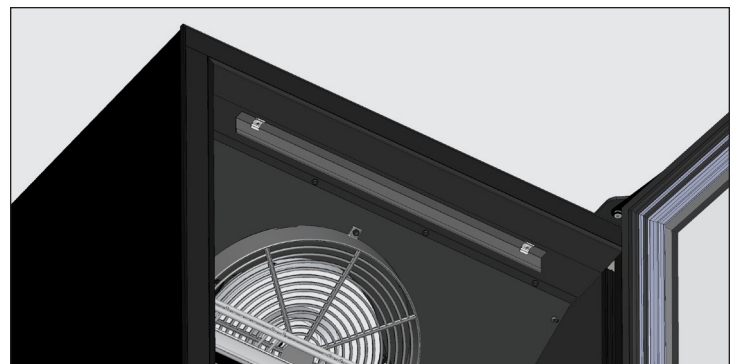

Fig. 3. Deflector de señal invertido y soportes de LED instalados.
4. Gire el deflector de señal. Véase la fig. 3.
5. Reinstale los soportes de LED. Véase la fig. 3.